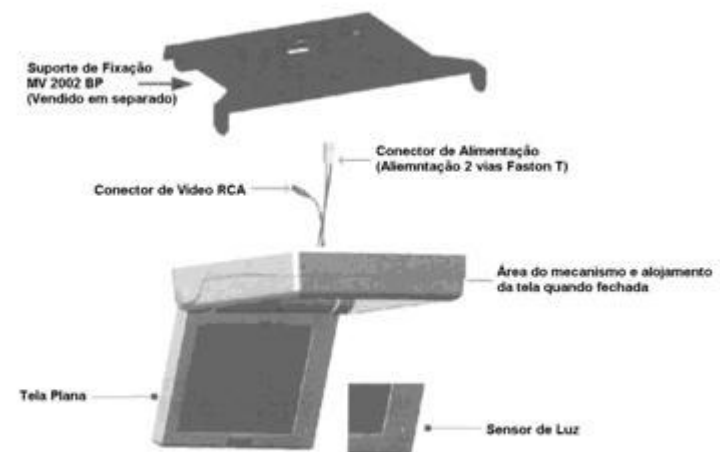

Fig. 1
1. Fixar o suporte de fixação no local escolhido para montagem do equipamento. (Fig. 1 e 2);